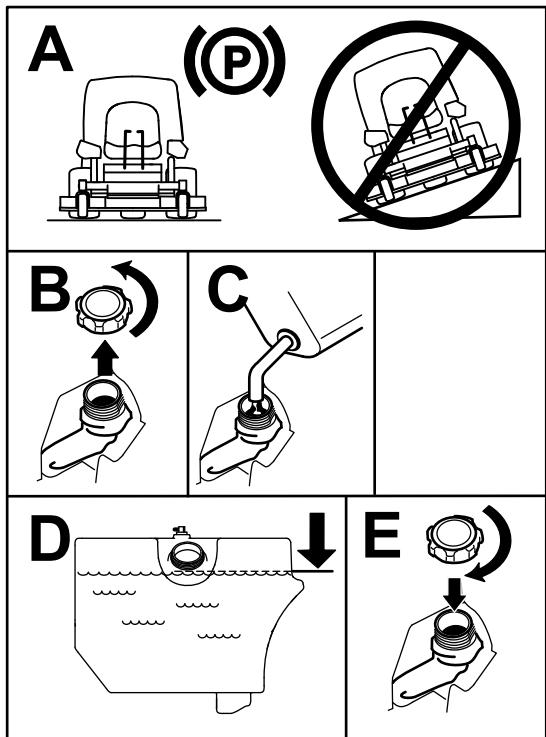

Figura 7
5. LLene el depósito de combustible hasta la parte inferior del cuello de llenado (Figura 7).